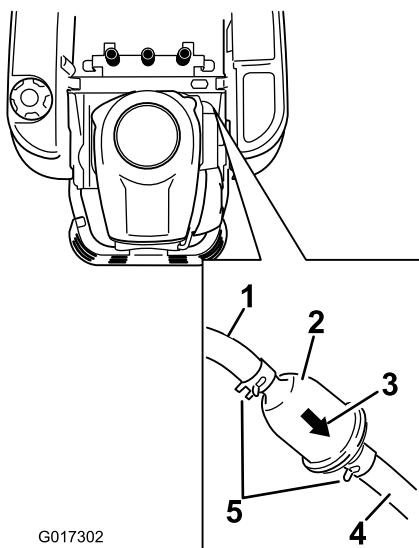

Figura 43
3. Individuate la posizione anteriore sull'estremità superiore del serbatoio (Figura 43).
4. Premete le estremità delle fascette stringitubo ed allontanatele dal filtro (Figura 43).
7. Spostate le fascette stringitubo in prossimità del filtro (Figura 43) per bloccarlo.